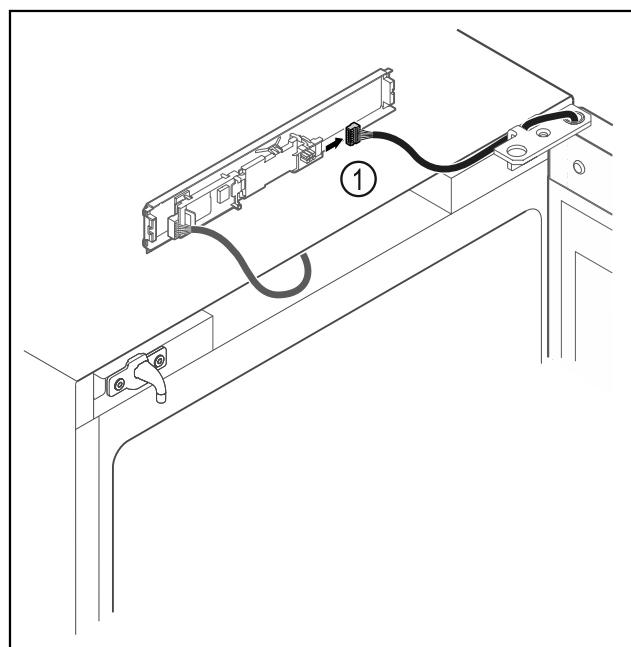

Fig. 13
► Odpojte zástrčku Fig. 13 (1) z dosky plošných spojov.